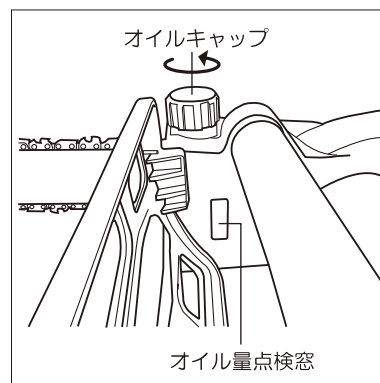

図4
- ①オイルキャップを外し、給油口からオイルをいれてください。(図4参照)
- ②オイルの残量確認はオイル量点検窓で行ってください。(図4参照)
- ③オイル量点検窓からオイルが見えなくなりましたら残量はわずかですので、必ずチェーンソーオイル(市販品)を補給してください。